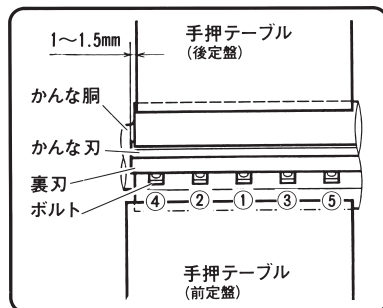

図 26
**注** ・このとき、水返しの加工ができるようなかな刃の側面が手押テーブル(後定盤)の側面より1~1.5mm出張るように取付けてください。(図26)
(4) 付属の両口スパナ(10mm)でボルト5本を締付けます。
- 調整が終わってボルトを締付けるときには、最初から1本ずつ強く締付けると調整したかな刃が動くことがあります。最初は力を加減して各々のボルトを2~3回順々に均等に締付け最後に強く締めます。(図26参照)